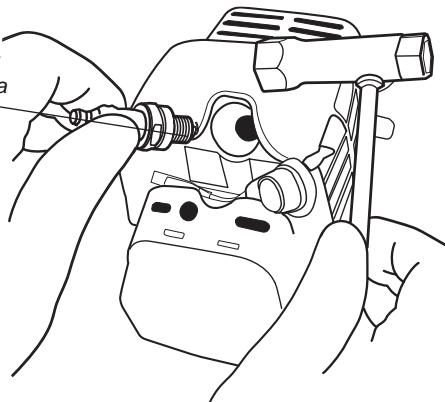

Figura 27
- Retire y limpie la bujía. Ajuste la distancia del electrodo a 0.024-0.028 pulgadas (0.6 - 0.7 mm). Si la bujía necesita ser reemplazada, use solamente una bujía BPMR6A o una bujía equivalente con resistencia al calor correcta. Consulte la figura 27.